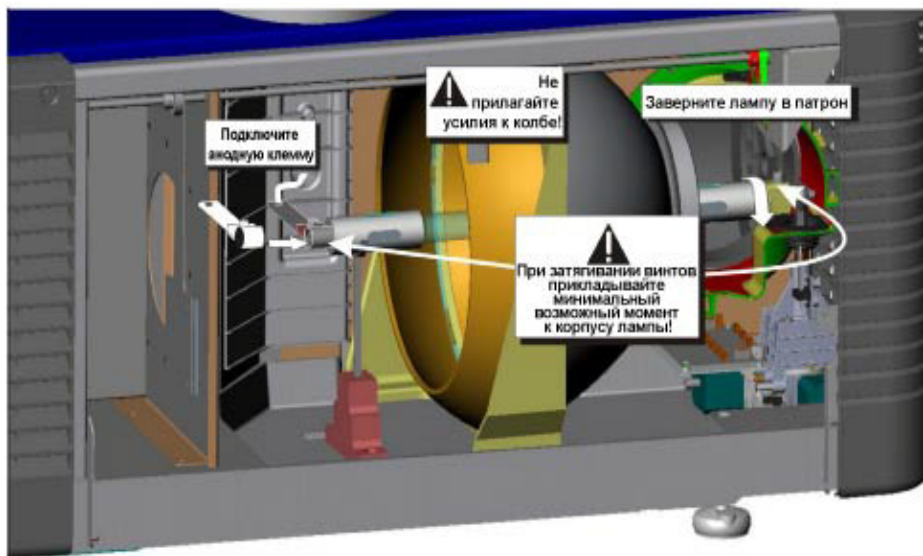

Рис. 4-2 Установка новой лампы
- b. Вставьте катодный (-) конец лампы в патрон, расположенный в заднем конце отсека лампы. **(Рис. 4-2)** Взявшись за лампу двумя руками, затяните ее в патроне. **Осторожно! 1) Всегда берите лампу только за металлические наконечники и никогда не касайтесь стекла. НЕ затягивайте гайки слишком сильно. НЕ давите на стекло. 2) Проверьте расположение проводов. Убедитесь в том, что анодный (+) провод, идущий от лампы к зажигающему устройству, находится на достаточном удалении от металлических частей проектора, например отражателя или огнеупорной стенки.**
- c. Установите анодный (+) конец лампы на опорную стойку и наденьте плюсовой разъем на конец колбы. **(Рис. 4-2)** С помощью шестигранника на 5 мм закрепите анодную клемму, не прикладывая крутящего усилия к колбе кварцевой лампы. **Важно!** Плоская часть анодного конца лампы должна быть направлена вверх. **Внимание!** Опасность взрыва - Не прикладывайте крутящего усилия к анодному концу лампы.